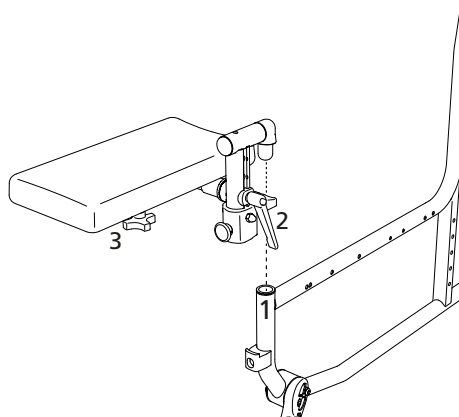

fig.50
2. Tag fat i amputationsstøttens polstring, og før den på rammerøret oppefra (1, fig. 50).
1. Løsn klemanordningen ved at dreje den mod uret (2, fig.50).
1. Løsn stjernegrebet (3, fig. 50).